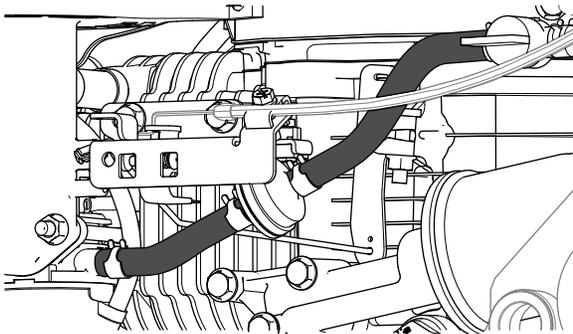

Рисунок 41
3. Подсоедините топливный шланг к топливному штуцеру карбюратора (Рисунок 41).